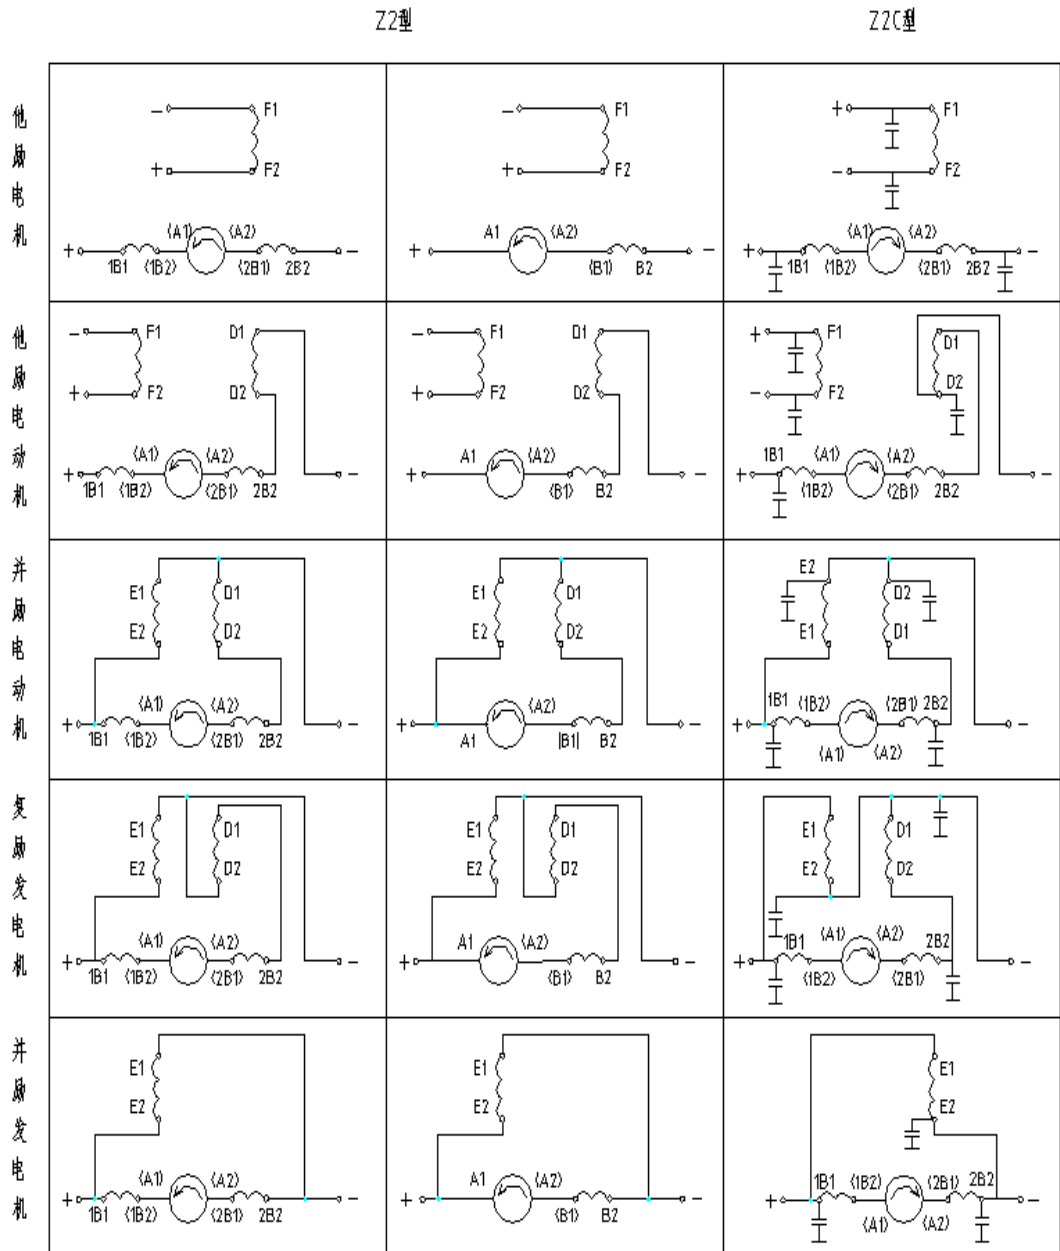

图 1 Z2 系列接线图
3.5.1 Z2 系列直流电机接线原理图（旋转方向从非换向器端视之）如图 1 所示。